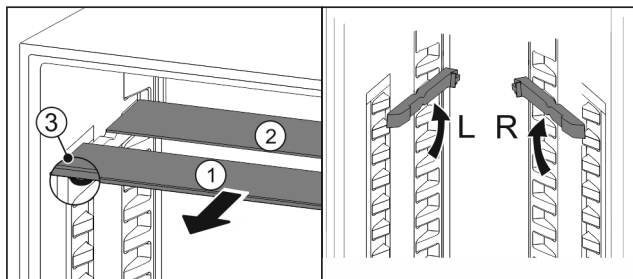

Fig. 69
- ▶ Издърпайте Fig. 69 (1) поотделно стъклените плочи напред.
- ▷ Стъклената плоча Fig. 69 (1) с декоративната лайсна е отпред.
- ▷ Ограничителите Fig. 69 (3) сочат надолу.